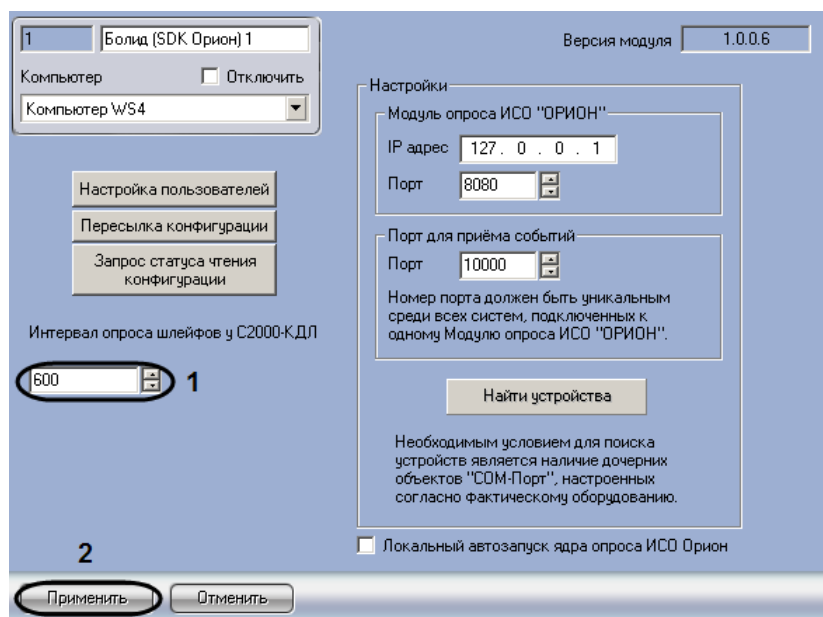

Рис. 3.3—10 Задание интервала опроса для шлейфов контроллера *C2000-КДЛ*
- Перейти на панель настроек объекта **Болид (SDK Орион)** (Рис. 3.3—10).
2. В поле **Интервал опроса шлейфов у C2000-КДЛ** ввести с помощью кнопок **вверх-вниз** интервал опроса шлейфов всех контроллеров *C2000-КДЛ*, зарегистрированных в системе, в миллисекундах (см. Рис. 3.3—10, 1).